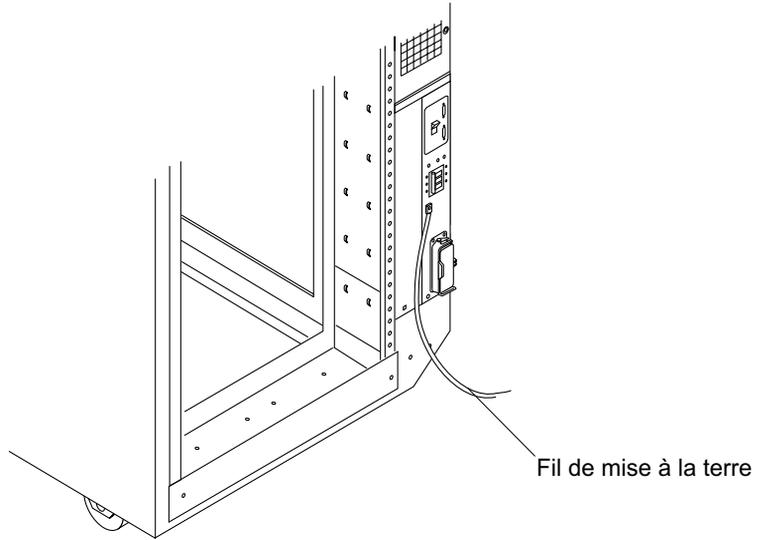

FIGURE 3-4 Connexion du fil de mise à la terre au séquenceur d'alimentation de l'armoire du système
2. **Vissez l'une des extrémités du fil de mise à la terre au séquenceur d'alimentation de l'armoire du système ou de l'armoire la plus proche du système de stockage (FIGURE 3-4).**